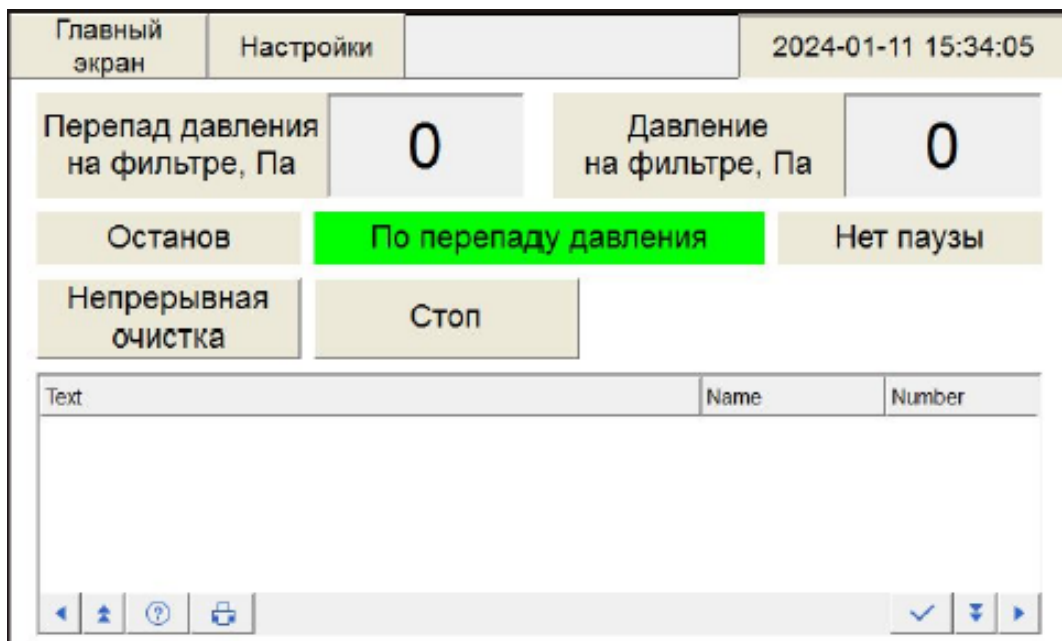
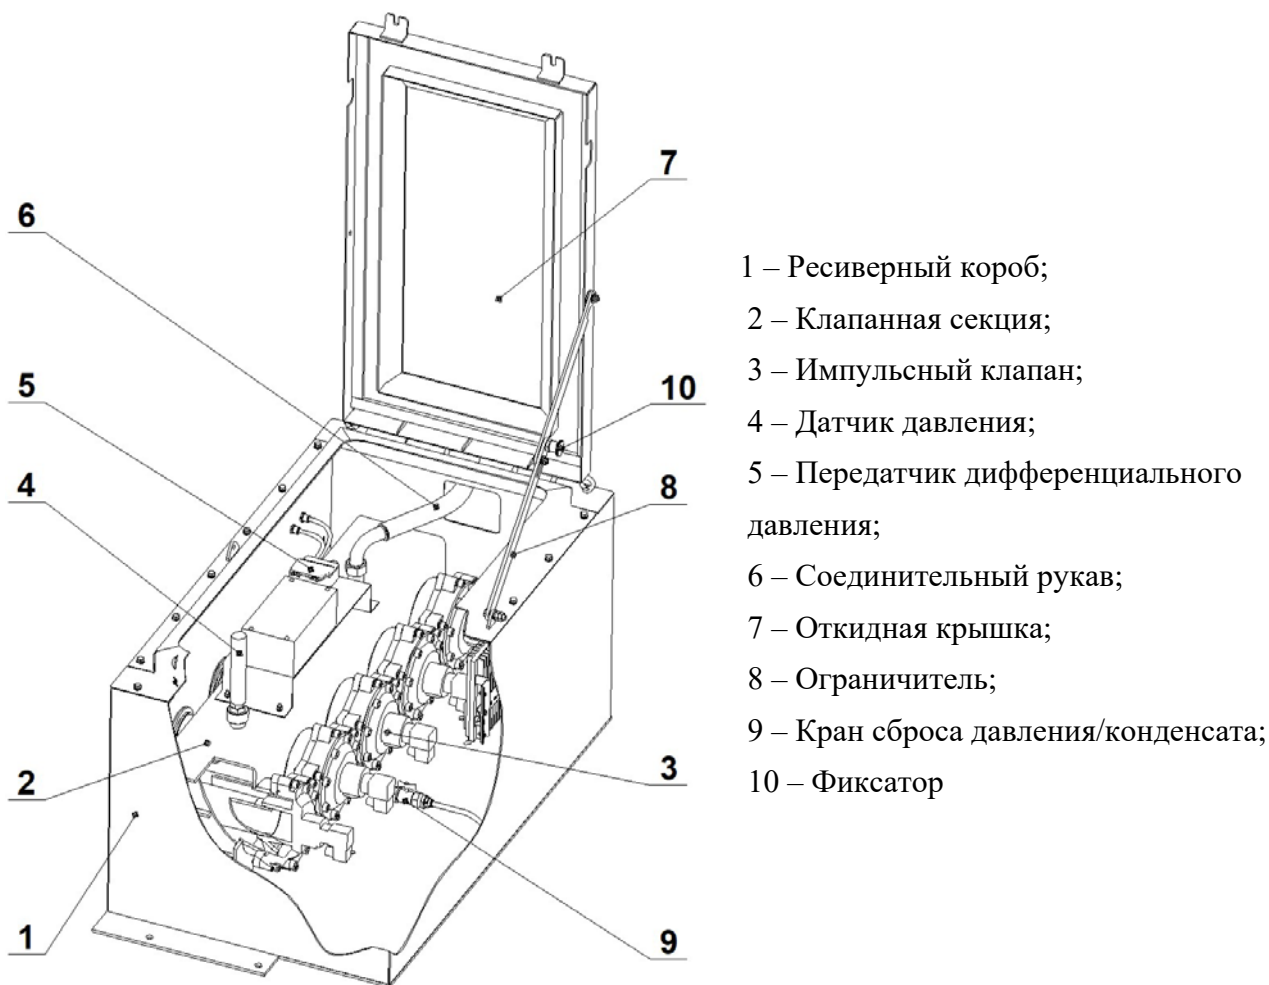

Рисунок 14 – Главный экран контроллера
Рисунок 15 – Ресиверный короб (поз.4 и 5 установлены только в крайнем коробе)
2.1.2 Перед эксплуатацией фильтра проверить защитное заземление, целостность воздухопроводов, наличие необходимого давления подводимого сжатого воздуха, отсутствие ошибок на контроллере (см. рис.14).
- Подать питание на контроллер. На главном экране контроллера (рисунок 14) проверить падение давления на фильтре. Нормальной считается утечка около 11 кПа в минуту (см. «Давление на фильтре» на рисунке 14). При значительных утечках проверить трубопровод подвода сжатого воздуха и клапанные секции, а также импульсные клапаны поз.3 (рисунок 15), заменить диафрагмы клапанов поз.3 при необходимости (рисунок 10);
- Проверить срабатывание импульсных клапанов поз.3 (рисунок 15) при открытых крышках поз.7 (поз.2) клапанных секций во время одного из циклов регенерации. Крышки должны быть надежно закреплены фиксаторами поз.10 на
- Проверить наличие конденсата в клапанной секции, отсоединив трубку от цангового фитинга на кране сброса давления поз.9 (рисунок 15) и медленно приоткрыв кран, после чего закрыть кран и присоединить трубку. При наличии воды – проверить качество подводимого сжатого воздуха.
**3.2.6** Выполнять поверку датчика давления поз.4 (см. рисунок 15). Дата поверки указана в паспорте или на корпусе датчика. Для поверки необходимо снять датчик и обратиться в сертифицированную организацию.